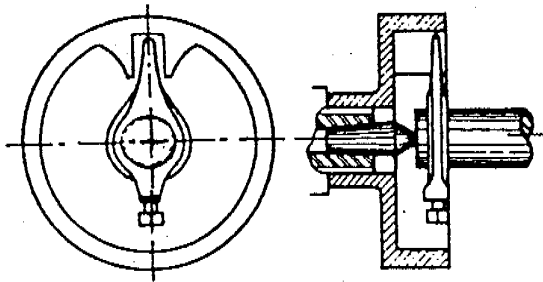

Figura 6
3. Plato de seguridad ( Figura 6 ), que permite alojar la brida para proteger el operador.